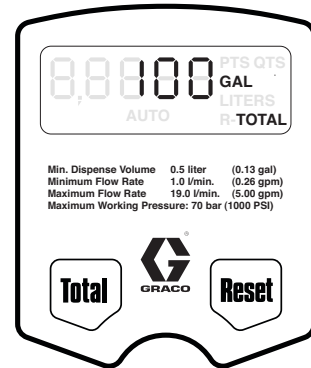

図 18
3. [合計] ボタンを再度押して保持し、リセット不可能合計を表示します（図 18）。